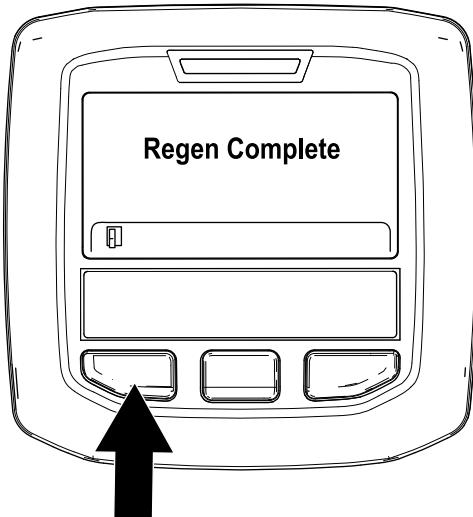

Figura 41
9. Cuando la regeneración en estacionamiento se haya completado, en el InfoCenter se muestra el mensaje "Regen Complete" (Regeneración completada). Pulse el botón izquierdo para salir de la pantalla de inicio (Figura 41).